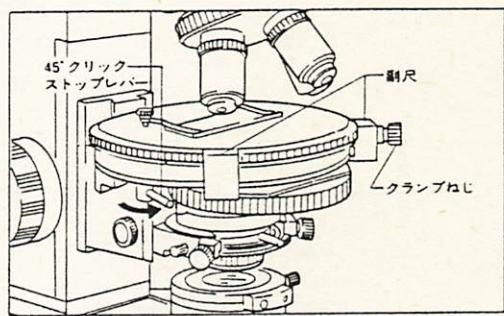

図27
- $45^\circ$ クリックストップレバーを手前へ引くと、そのときの方針から $45^\circ$ 毎にクリックストップが働きます。消光位から対角位への移行が容易にかつ確実に行えます。(図27)